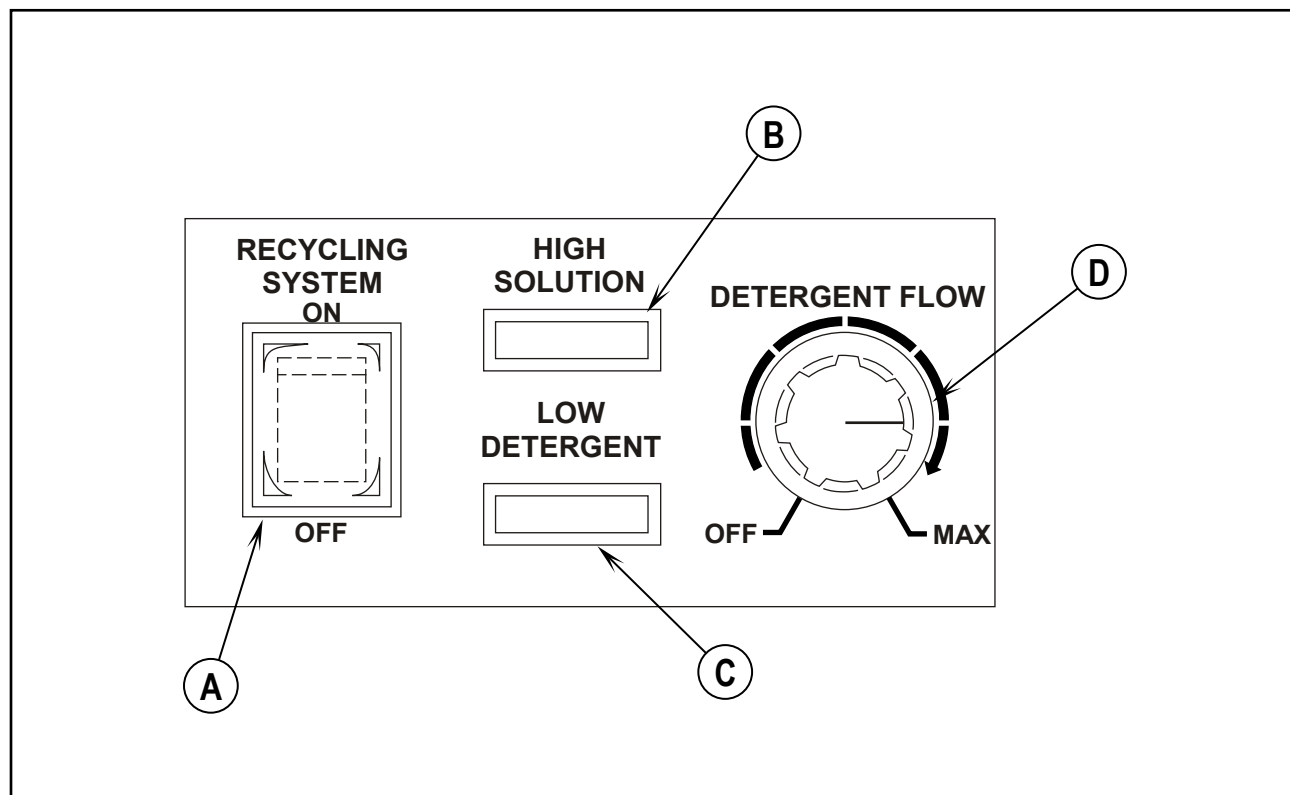

ABBILDUNG 11
Siehe Abbildung 11. Der ON/OFF-Schalter des ESP-Recyclingsystems (A) schaltet das ESP-Recyclingsystem ein bzw. aus.